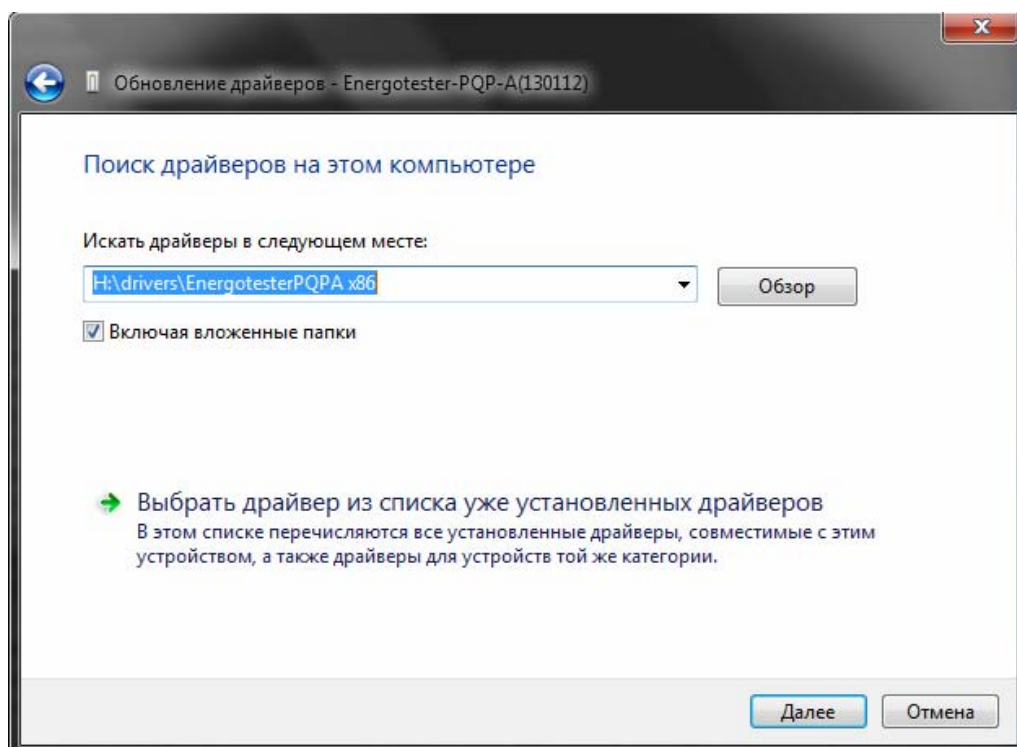

Рис. 8.2
3. В следующем окне (рис. 8.2) в качестве пути указать папку с драйвером и отметить пункт «Включая вложенные папки».